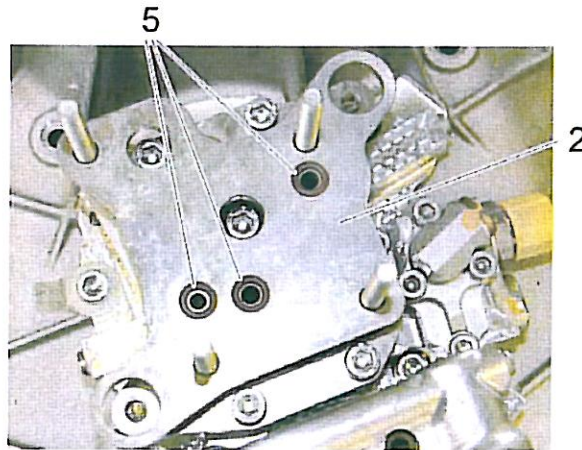

Bild 16
11. Jeweils einen O-Ring (item 5) in jede der drei vorgesehenen Vertiefungen des Vibration-Isolators (item 2) einsetzen. Siehe Bild 16.